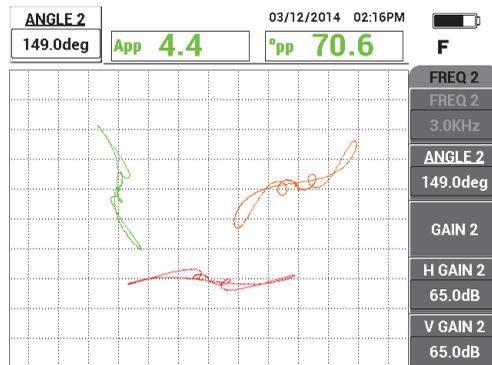

図 5-140 サポートリング上の周波数 2 信号の位相を調整する
8. 位相キー () を 2 回押し、サポートリングの周波数 2 信号の位相 (赤色) がほぼ水平になるように設定します (228 ページの図 5-140 を参照) 。